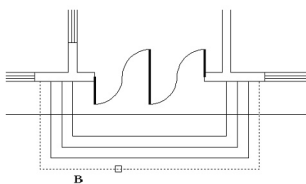

图 2.105 选择B线为剪切边
(1) 在**选择剪切边...**, **选择对象或<全部选择>**:提示下,选择台阶B线作为剪切边,如图2.105所示。按Enter键进入下一步命令。